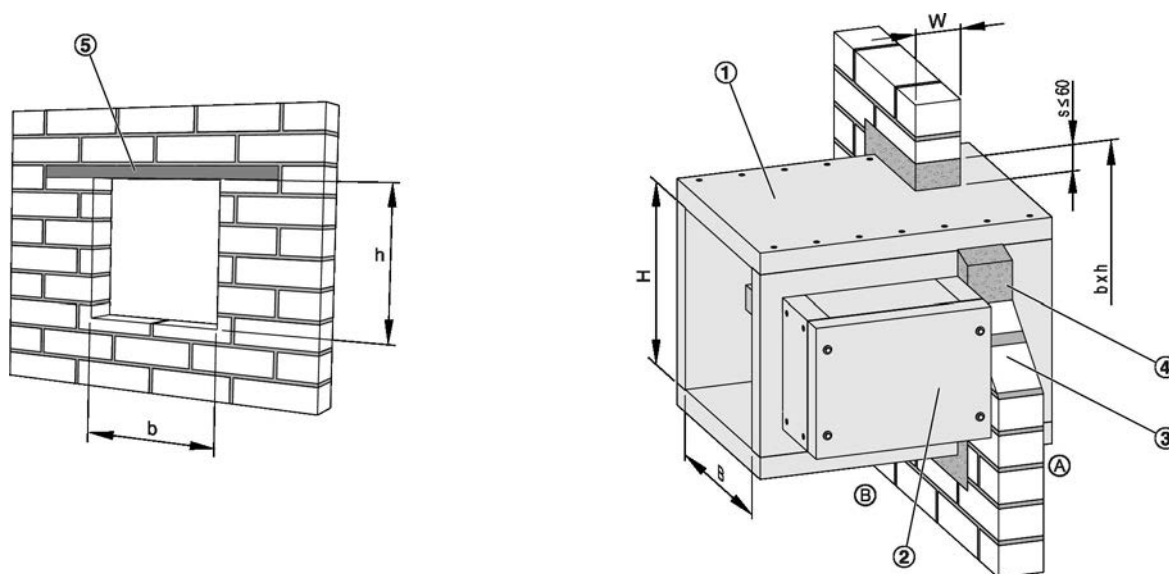

Abb. 10: Einbau in Massivwand, Klassifizierungsindex: v_{ew}
1. ▶ Einbauöffnung fachgerecht herstellen, siehe Abb. 10.